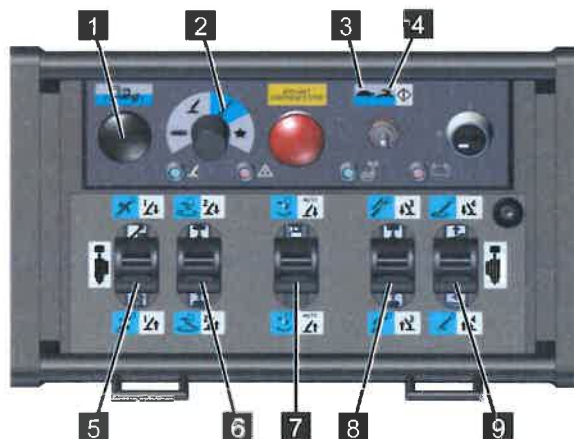

Abb. 166
5. Den Funktionswahlschalter an der Funksteuerung auf [Bühnenfunktion] (blau) (Abb.166/2) stellen.
6. Mit dem Betriebswahlschalter an der Funksteuerung die Geschwindigkeit [Kriechgang] (Abb.166/3) oder [Eilgang] (Abb.166/4) wählen.
7. In bestimmten Bereichen ist es erforderlich den Kollisionstaster zu betätigen. Hierzu muss der Kollisionstaster (Abb.166/1) gleichzeitig mit dem gewünschten Steuerhebel gedrückt werden.
8. Bühne mit den Steuerhebeln (Abb.166/5,6,7,8 und 9) gemäß nachfolgender Tabelle bedienen.